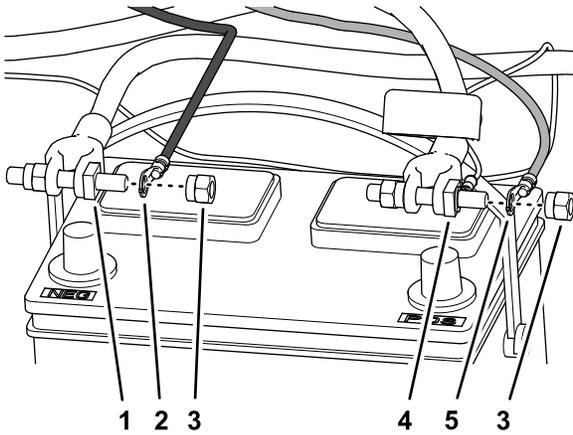

図 6
2. 電源ハーネスのリング端子のうちで、BATTERY (-) というラベルの付いている端子を、バッテリーのマイナスクランプ用のボルトに通す 図 6。
3. 電源ハーネスのリング端子のうちで、BATTERY (-) というラベルの付いている端子を、バッテリーのプラスクランプ用のボルトに通す 図 6。